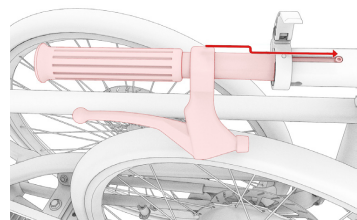
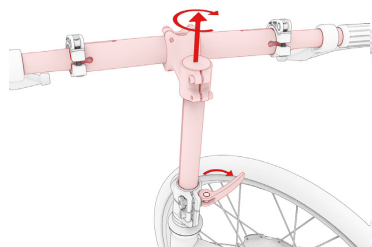

Fig. 1.3
Fig. 1.4
⑤ Ouvrez le blocage rapide sur la potence du guidon (Fig. 1.3). Tirez le guidon jusqu'à la butée. Maintenant, tournez le guidon de 90 degrés dans le sens inverse des aiguilles d'une montre. Abaissez le guidon d'environ 2 cm et faites attention à l'échelle sur la potence du guidon (Fig. 1.4).